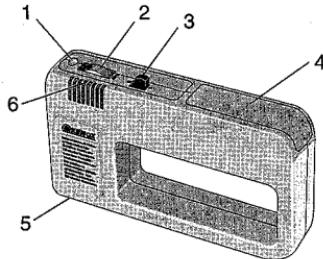

Fig. 1
Legende (zu Fig. 1)
1. Batteriefach 4 (Fig. 1) öffnen.
1. Funktion „M“ Metallsuchen oder „V“ Spannungssuchen 3 (Fig. 1) am Wahlschalter einstellen.
2. Gerät mit Stellrad 2 (Fig. 1) einschalten.
3. Stellrad weiterdrehen, bis die Leuchtdiode 1 (Fig. 1) aufleuchtet und der Summen ertönt.
Legend (see Fig. 1)
1. Open battery compartment 4 (Fig. 1).
1. Set the selector switch to "M" for metal detection or "V" for voltage detection 3 (Fig. 1).
2. Switch on the detector using adjuster wheel 2 (Fig. 1).
3. Rotate the adjuster wheel until LED 1 (Fig. 1) illuminates and the audio signal sounds (Setting M = continuous audio signal, setting V = intermittent audio signal)
4. When finished using the detector, switch it off using adjuster wheel 2 (Fig. 1) to preserve the battery.